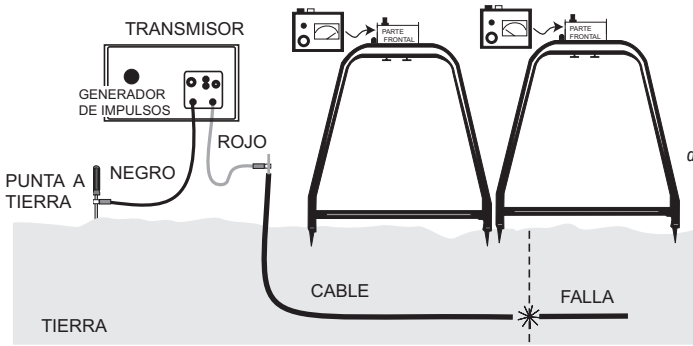
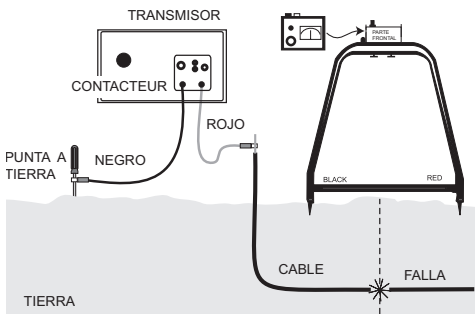

Figura 3. Trayectoria del Cable de Sondeo - Inversa
Figura 4. Receptor de Anulación - Primera Vez
- Encienda el receptor. Verifique la condición de la pila oprimiendo el botón de verificación de pila y observando el medidor. Inserte las sondas del Bastidor "A" a la tierra. (Véase la Figura 3). Si todas las sondas hacen buena conexión a tierra, el receptor emitirá estímulos hacia la falla (en dirección contraria al transmisor) al paso con el tono audible del transmisor. Ajuste siempre la sensibilidad del transmisor para una lectura menor de una escala completa y correlacione el tono audible del transmisor con la indicación del medidor del receptor.
- Durante el sondeo de una trayectoria, se advertirá una inversión en el medidor del receptor, un estímulo "negro", cuando se pase una falla. Para determinar la ubicación exacta, mueva el Bastidor "A" en dirección hacia el estímulo negro hasta que el mismo cambie a rojo. (Véase la Figura 3). Ahora mueva el Bastidor "A" nuevamente en incrementos pequeños al estímulo rojo hasta que vuelva a cambiar a un estímulo negro o se anule. (Véase la Figura 4).